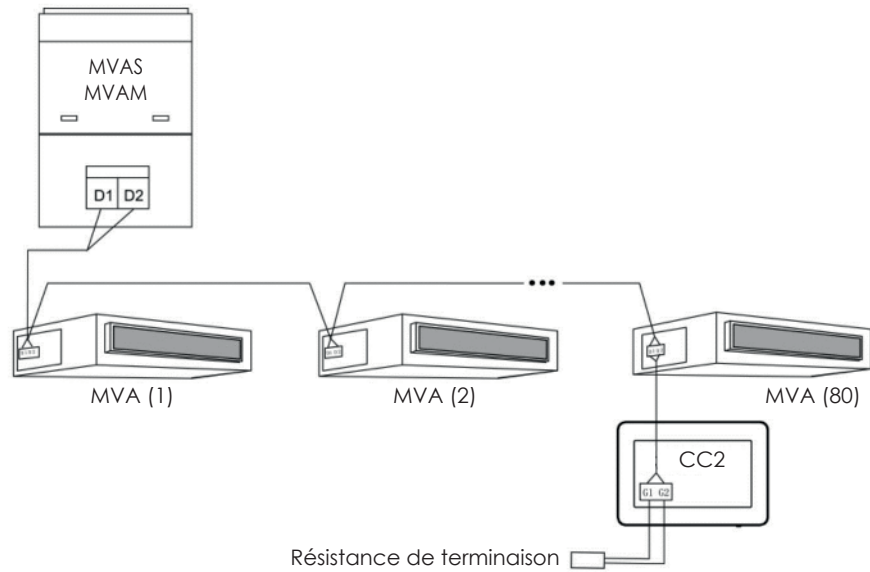

Fig. 3.4 Contrôleur centralisé branché au réseau intérieur
2. Si le contrôleur centralisé doit être branché au réseau des unités intérieures, effectuer les branchements selon la fig. 3.4. Le contrôleur peut être branché à n'importe quelle unité intérieure en série, c'est-à-dire en branchant les ports G1 et G2 du contrôleur avec les ports D1 et D2 au niveau des câbles de communication. Lorsque le contrôleur est branché avec l'unité terminale du réseau intérieur, il faut ajouter une résistance appropriée avec les câbles de communication sur les ports G1 et G2.